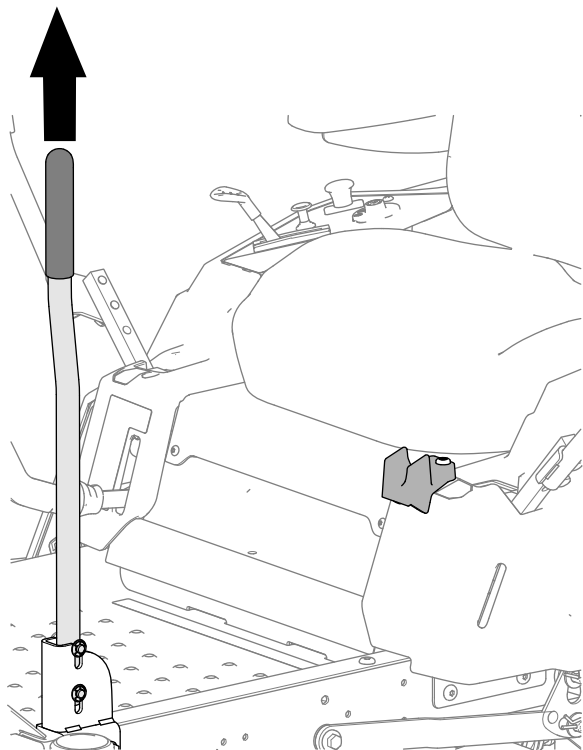

Bild 19
1. Klappen Sie den Stützgriff nach oben, wie in Bild 19 abgebildet.